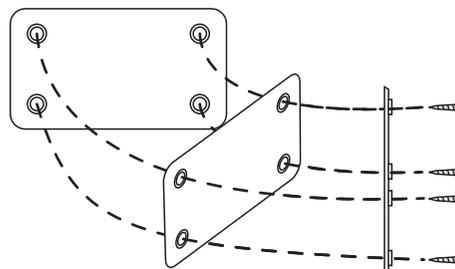

Fig.2.
- Fixe a placa metálica na parede apertando os parafusos, certificando-se de que a superfície plana está voltada para a parede e que a superfície para a fixação dos parafusos está voltada para fora, conforme Fig.2.